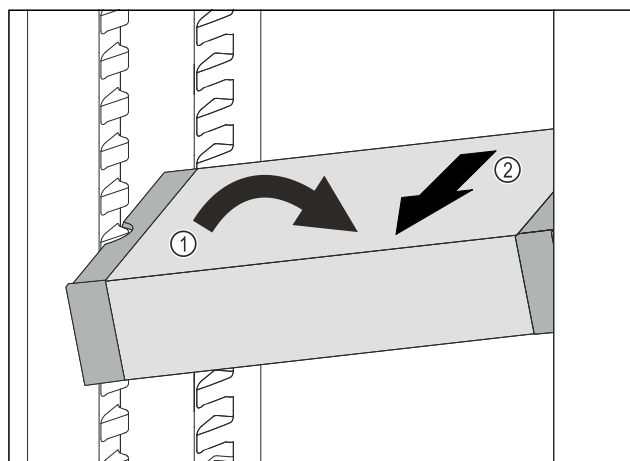

Fig. 103
- ▶ VarioSafe postavte v chladničke šikmo. Fig. 103 (1)
- ▶ VarioSafe vyberte dopredu. Fig. 103 (2)